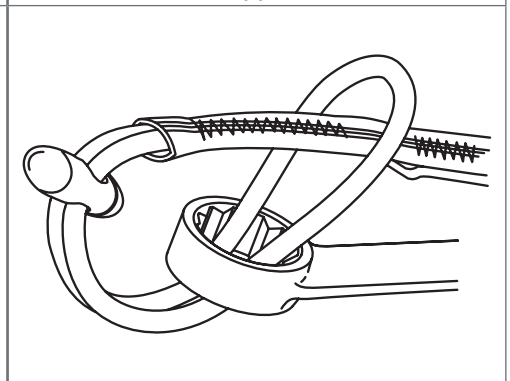

Abb. 4
2. Führen Sie das gegenüberliegende Ende des Haltegurts mit dem Karabiner durch die Haltegurtschleufe. (Abbildung 4)